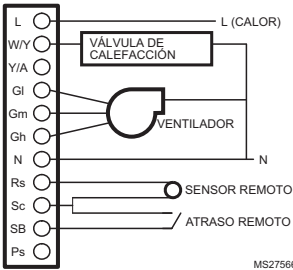

Fig. 7. Diagrama de cableado de dos tubos, solo calefacción (120/240/277 VCA en la ilustración).
- Termostatos fan coil TB6575A1000, TB6575B1000 y TB6575C1000, que cuentan con alimentación de 120/240/277 VCA. Vea las Fig. 7 – Fig. 13 que comienzan en la página 8.